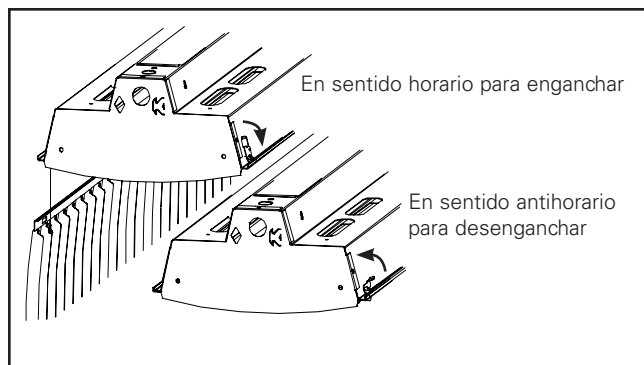

Figura 1.
1. Gire todos los pasadores en sentido antihorario (Figura 1).